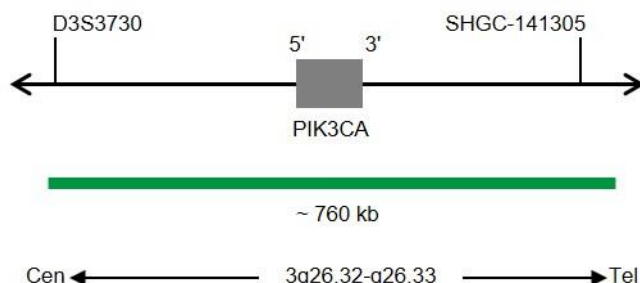

Fig. 1: Mappa della sonda SPEC PIK3CA (non in scala)
- Polinucleotidi (~10 ng/ μ l) marcati con fluorocromo ZyGreen (eccitazione 503 nm/emissione 528), le cui sequenze target mappano in 3q26.32-q26.33* (chr3:178,535,986-179,293,464) in cui è localizzato il gene PIK3CA (vedere Fig. 1).